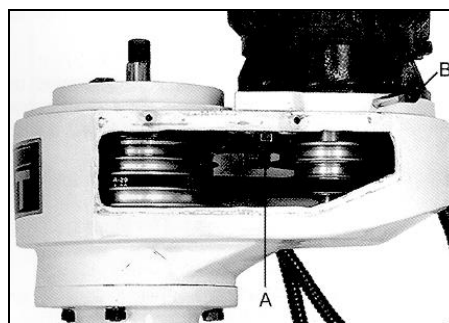

Рис.8
Ослабьте шестигранную гайку (А, Рис. 8).
- ходовой винт для перемещения стола по вертикали (С, Рис. 8).
*Нет тока – проверить предохранитель и автоматический выключатель (Q, Рис. 8).